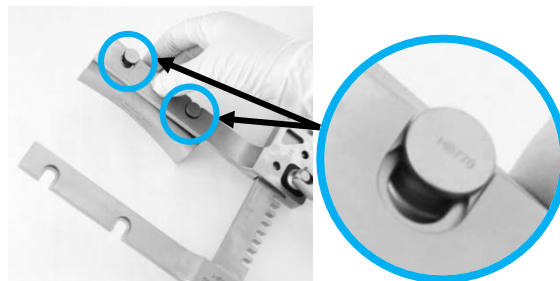
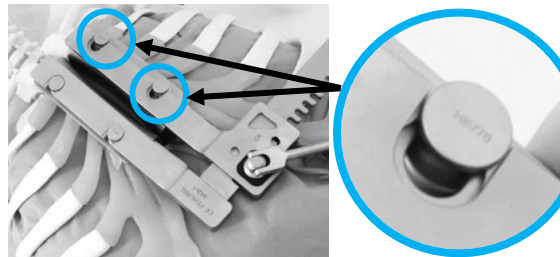

Abb. 2
Abb. 3
Nach Maßgabe von OP-Zweck und verfügbarem Montageraum können die Blätter entweder vor (Abb. 2) oder auch nach (Abb. 3) dem Einbringen in den Sternum-Sägespalt mit dem Spreizer-rahmen verbunden werden.
- 1 Durch Einschieben der zylindrischen Zapfen in die beiden Bohrungen der Spreizerarme werden die Blätter zuerst mit dem Spreizer-rahmen verbunden und anschließend in den Sägeschnitt eingefügt (Abb. 2).
- 2 Die Blätter werden zuerst in den Sägeschnitt eingesetzt. Anschließend die beiden Arme nacheinander in den Zwischenraum zwischen den Blattzapfen einsetzen und die jeweiligen Bohrungen der Arme über die Blattzapfen schieben. Dies kann wahlweise bei geschlossenem oder leicht geöffnetem Spreizer-rahmen erfolgen (Abb. 3).